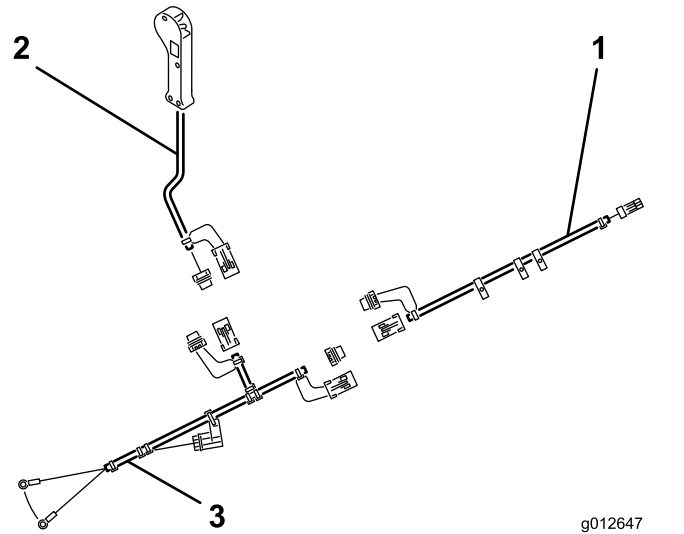

Figure 7
1. Branchez le connecteur du faisceau du topdresser au connecteur de l'électrovanne de la machine (Figure 7).